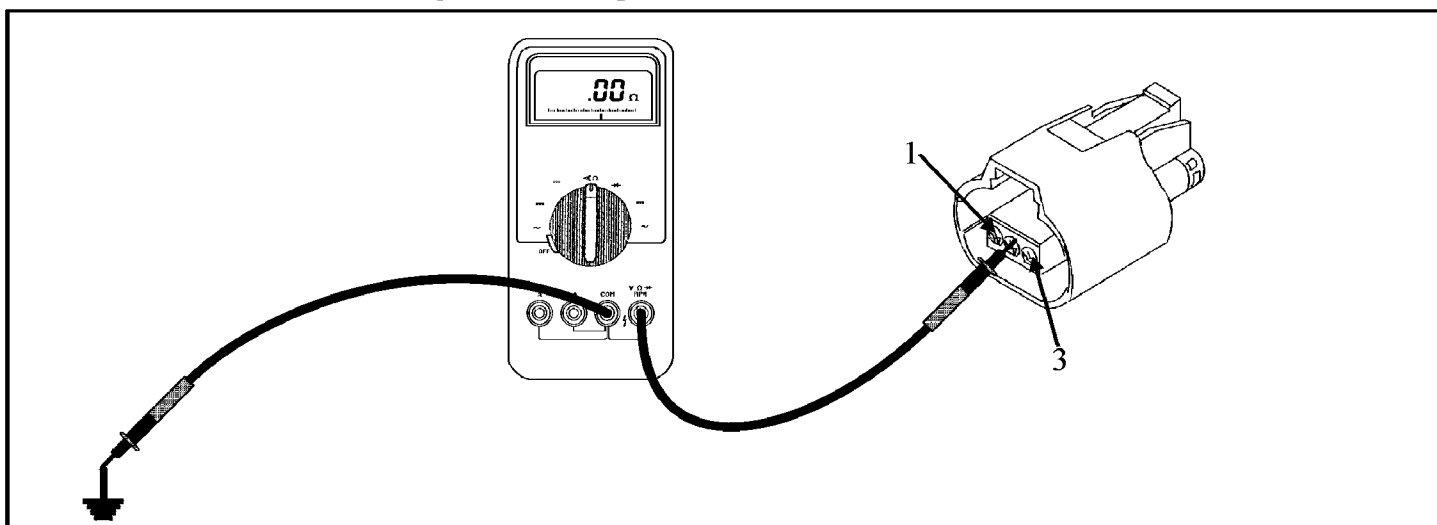

Figura 82
- Fije su metro para medir ohms y busque continuidad a tierra desde el terminal 2 en el conector (Vea la figura 82). Si hay continuidad (5 ohms o menos), vaya al proximo paso. Si no hay continuidad, repare o reemplaze el alambre.